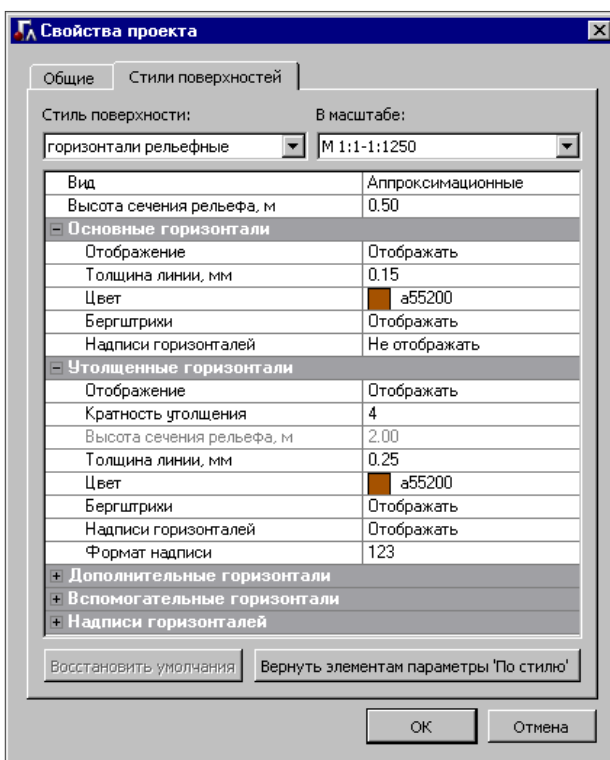

Рис. 3.7
- группа настроек, одинаковых для однотипных элементов (стили размеров, стили поверхностей, свойства подписей точек). Настройки стилей размеров и поверхностей задаются в диалоге **Свойства проекта** (рис. 3.7), который открывается одноименной командой из главного меню **Установки/Активный проект** для активного проекта или из контекстного меню для любого выбранного проекта. Настройки стилей размеров доступны только для проекта типа план генеральный.